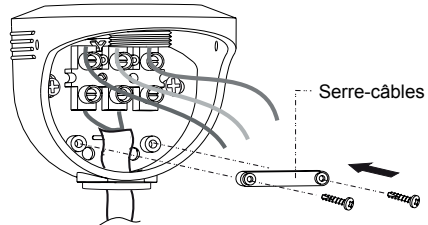

FIG. 9
3. Arranger les câbles à l' aide du serre-câble et les sécuriser avec deux vis. Le bloc de borne doit être appuyé entre les deux bosses du boîtier de base (Voir FIG.9)